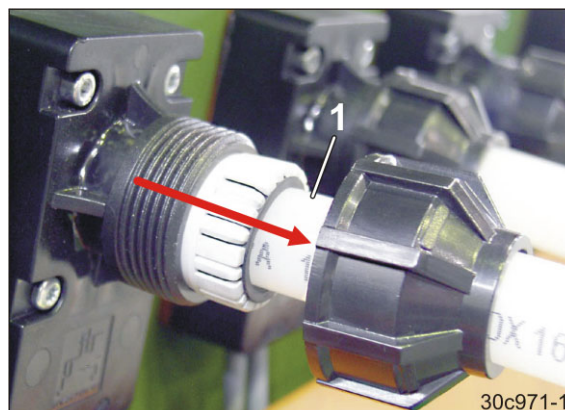

Рис. 7
1. Снять семяпроводы (Рис. 7/1) предварительно пометив их.